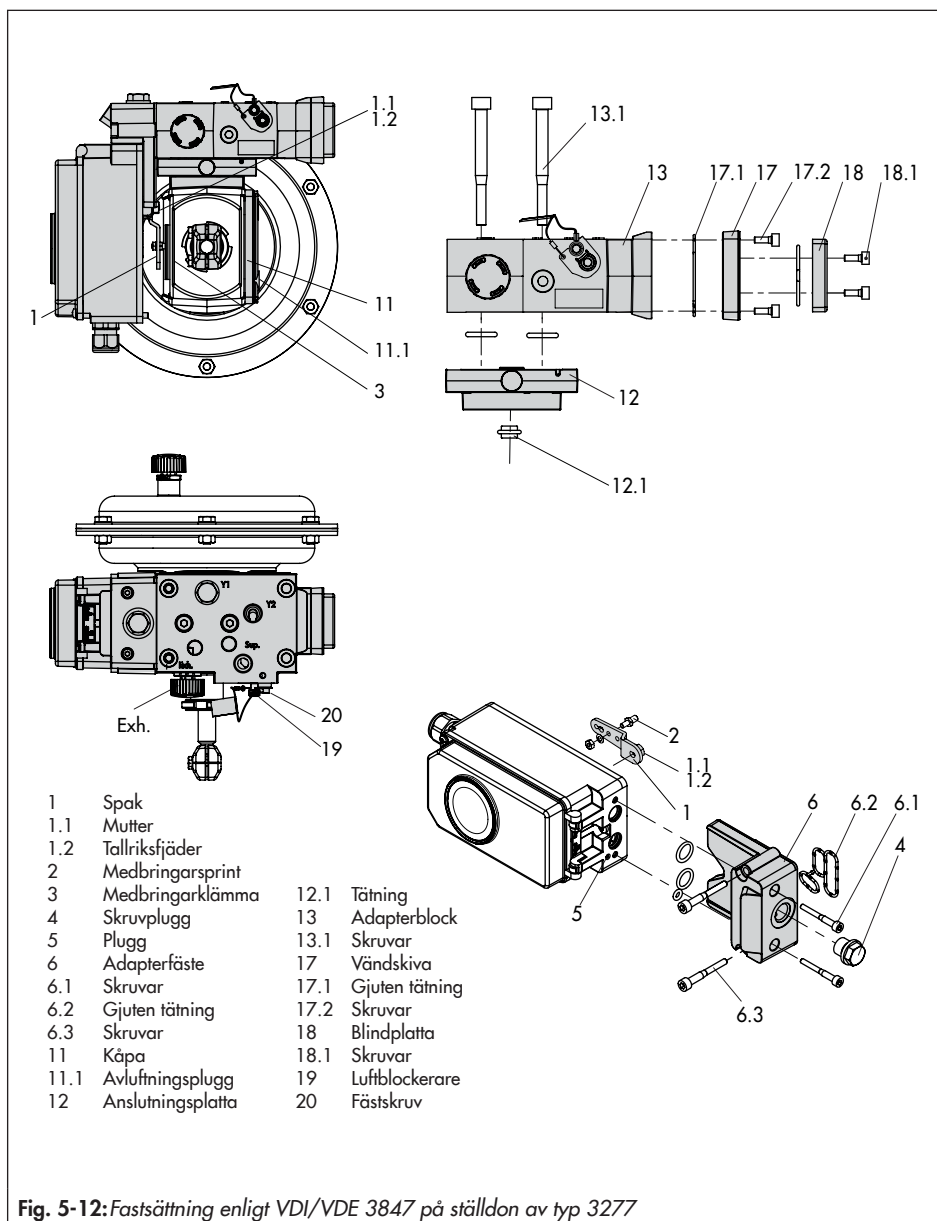

Fig. 5-12: Fastsättning enligt VDI/VDE 3847 på ställdon av typ 3277
➔ Se Fig. 5-12.
(se Fig. 5-12)
Montera lägesställaren på oket som visas i Fig. 5-12. Signaltrycket leds till ställdonet över anslutningsplattan (12), invändigt genom en borrning i ventiloket för ställdon med felsäker verkan "ställdonets spindel skjuts ut" och genom extern rörledning för "ställdonets spindel dras".